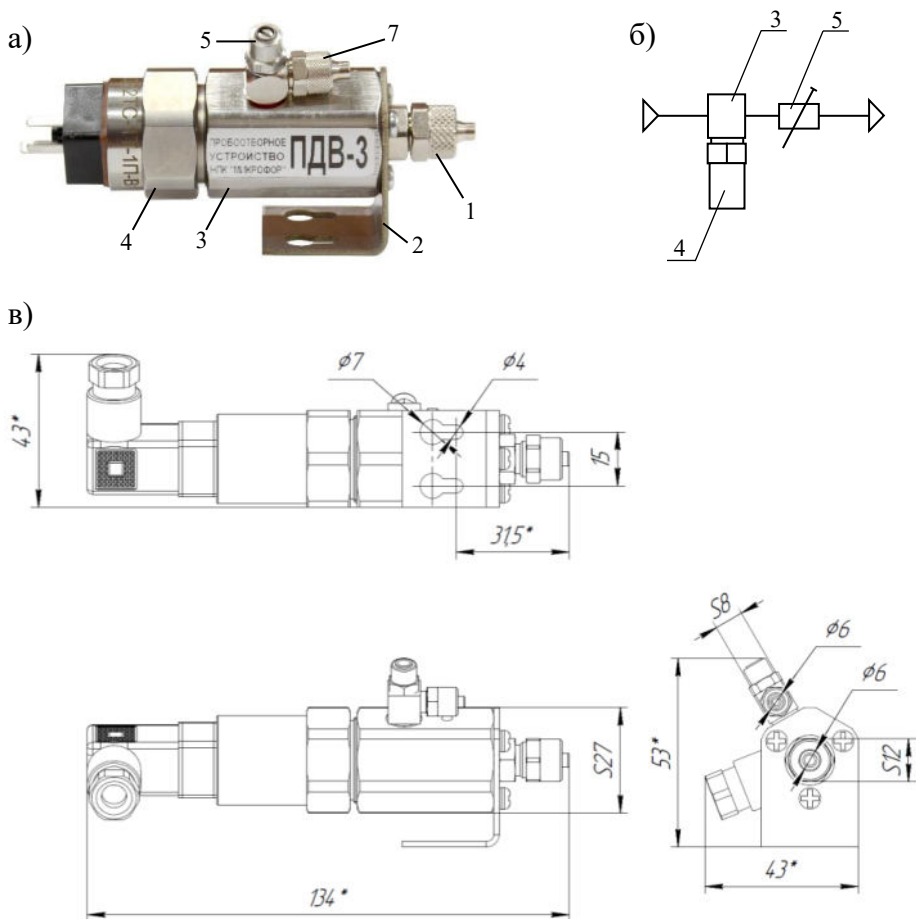
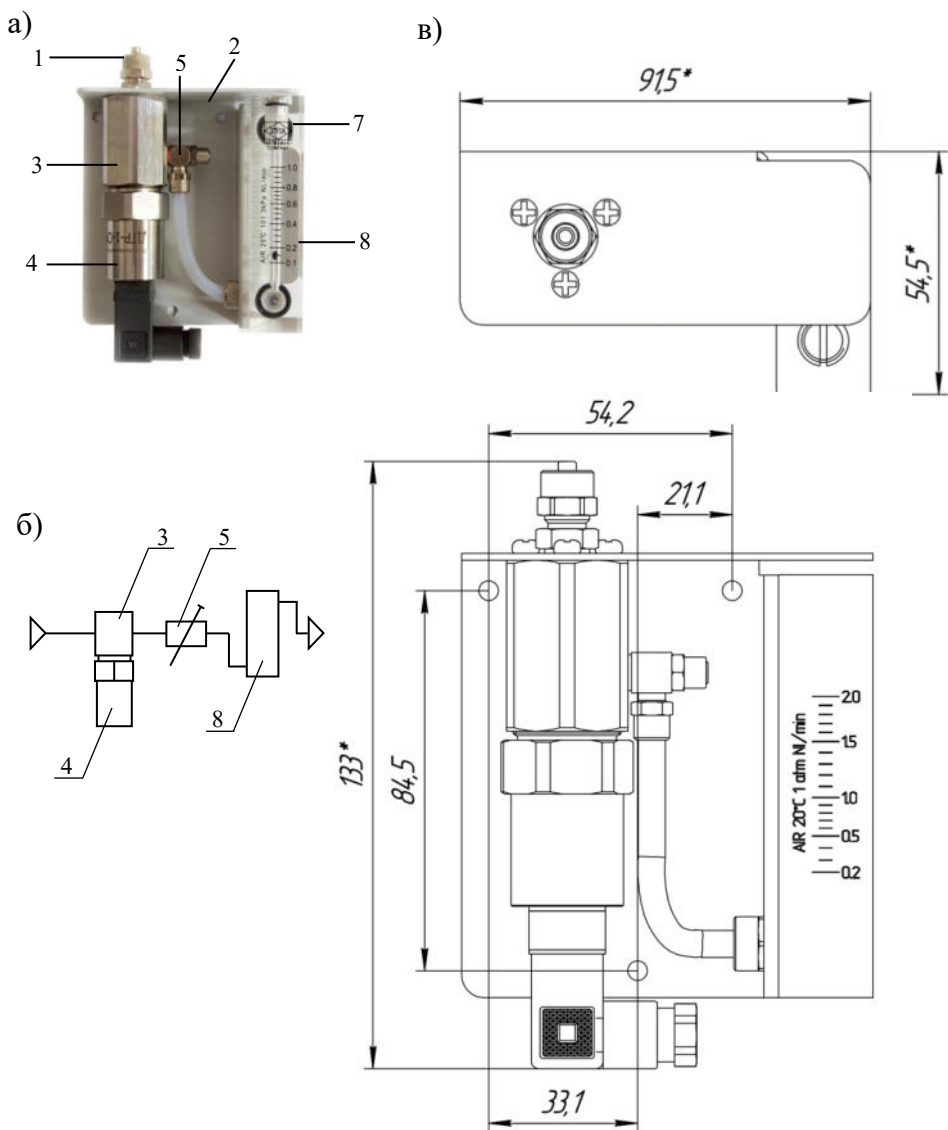

Рис.2. а) внешний вид, б) принципиальная пневматическая схема,
Рис.3. а) внешний вид, б) принципиальная пневматическая схема, в) габаритные размеры ПДВ-3-Р-Б
2.6. Проточная камера пробоотборного устройства **ПДВ-3** (рис.2, 3) имеет **на выходе** регулируемый дроссель для установки расхода газа, рассчитанный на давление не более 1 МПа. Регулировка осуществляется плоской отверткой. Преобразователь влажности находится **при входном давлении**. ПДВ-3-Р (рис.3) включает ротаметр.